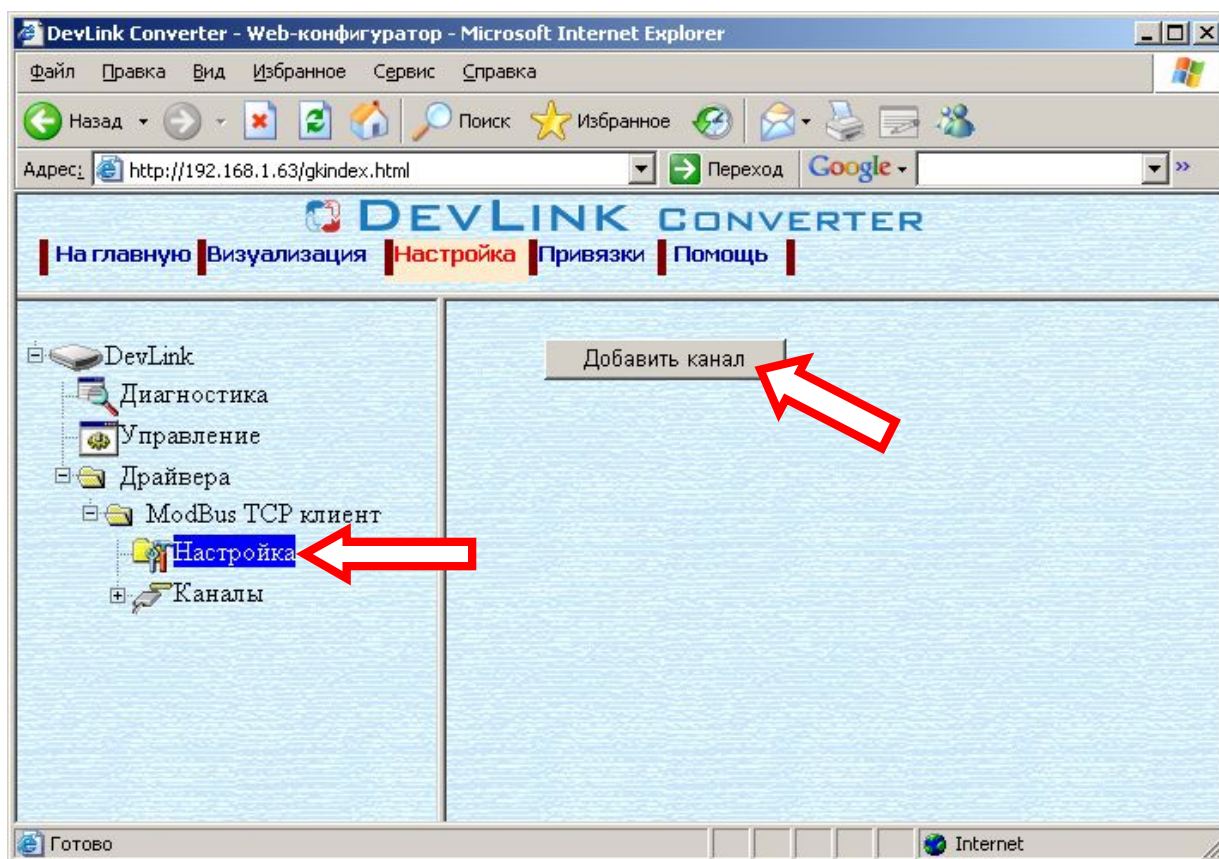

Рисунок 3.2 – Добавление канала драйвера
- Выберите в дереве объектов *папку «Настройка»* драйвера (рисунок 3.2). В результате в правом фрейме (фрейм «Настройка») конфигуратора появится элемент кнопка «*Добавить канал*»